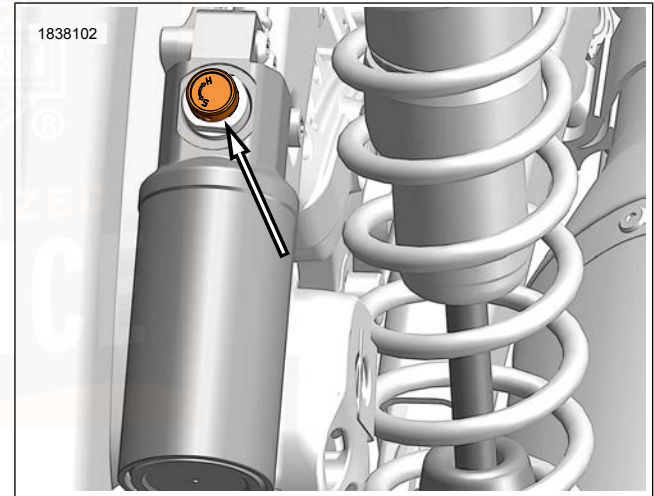

Abbildung 14. Kompressionseinsteller
2. Siehe Abbildung 14. Einstellung der Druckstufendämpfung.